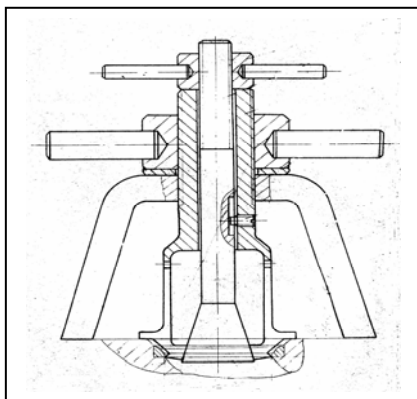

Рис. 3.12 – Выпрессовка седел клапанов
8. Выпрессовать сёдла клапанов цанговым съёмником (операция производится при наличии дефектов) (рис. 3.12);